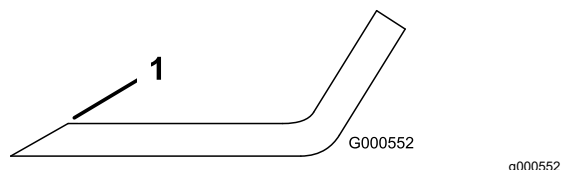

Figura 62
1. Affilate i taglienti da entrambe le estremità della lama con una lima (Figura 62).
Nota: Se la lama non è bilanciata, limate del metallo soltanto dalla costa (Figura 62).